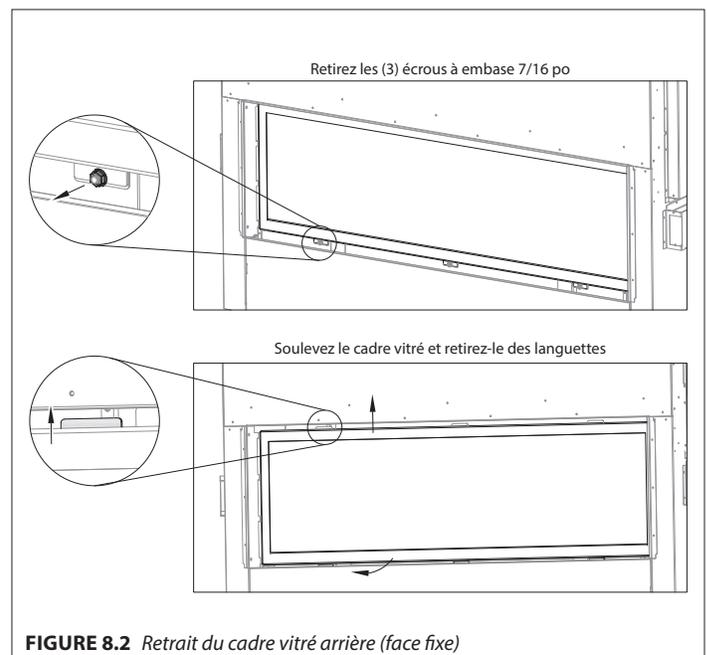

FIGURE 8.2 Retrait du cadre vitré arrière (face fixe)
2. Repérez les (3) écrous à embase 7/16 po sous l'ouverture du foyer, qui retiennent le cadre vitré fixe. Voir la Figure 8.2. Retirez et conservez les écrous à embase.
3. Soulevez le cadre vitré fixe et retirez-le des (3) languettes situées au haut du foyer. Voir la Figure 8.2.